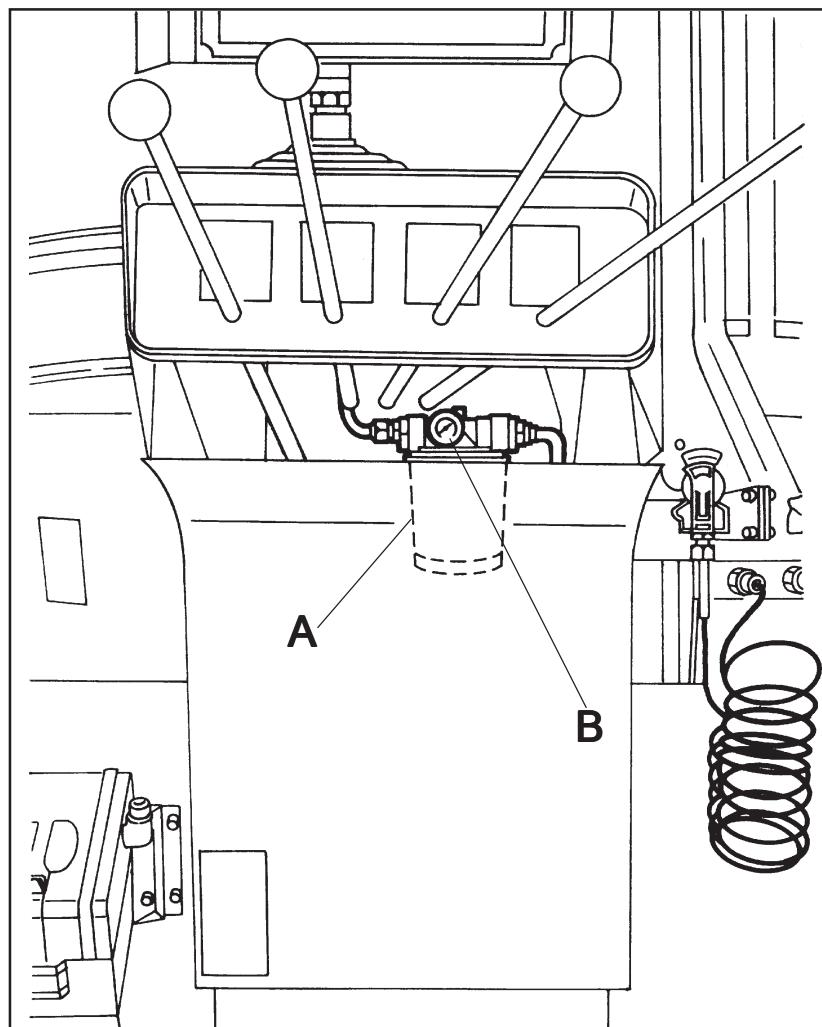

FIG. 9
Ne pas nettoyer la cartouche (**A** - Fig. 9) (**CODE COMMANDE: 99007501**) du filtre mais la changer quand le manomètre (**B** - Fig. 9) qui se trouve au-dessus de la cartouche indique 1,5 bar.
- 2) Op de installatie is een buitenfilter gemonteerd voor het schoonmaken van de remolie. De patroon (**A** - Fig. 9) (**BESTELLINGSCODE: 99007501**) van dit filter kan niet worden schoongemaakt. Hij moet worden vervangen als de op deze geplaatste manometer (**B** - Fig. 9) 1,5 bar aangeeft. Om deze handeling uit te voeren, de beschermcarter verwijderen, dan de patroon van het deksel afschroeven en de nieuwe er op schroeven. Het oliepeil in de tank weer op peil brengen.